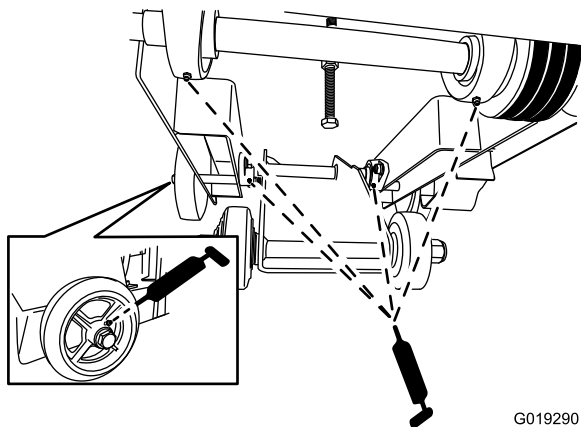

Figure 37
- B. À l'avant de la machine, trouvez les graisseurs du palier d'inclinaison et des paliers d'arbre de lame situés sous la base de la machine (Figure 37).
- A. Localisez les graisseurs sur les roues arrière (Figure 37).